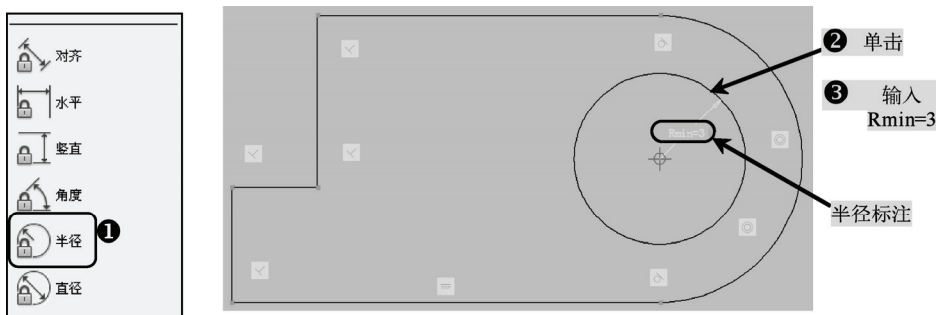

图 10-21 标注 Rmin
10) 在块编写选项板上单击选择“尺寸约束”选项卡，选择“半径”工具，对图中直径为 6 的圆进行“半径”标注，单击目标圆确定后，输入“Rmin=3”，如图 10-21 所示。